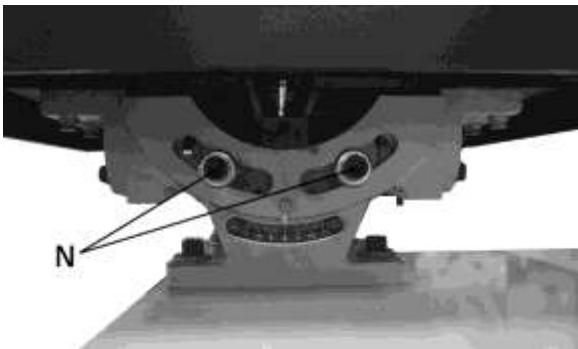
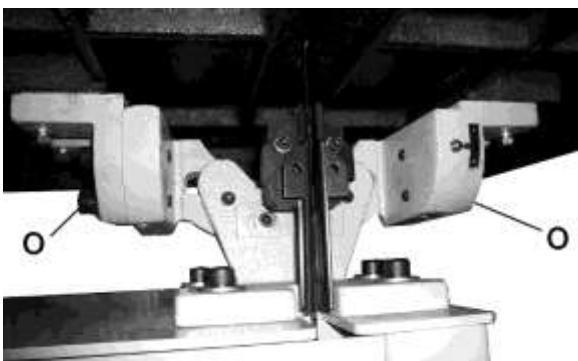

Рис. 4.
Рис. 5.
**Механизм наклона стола** – расположен под рабочим столом. Чтобы наклонить стол влево или вправо, ослабьте два винта с внутренним шестигранником (N, Рис. 4) в задней части механизма. Чтобы сместить стол вперед/назад для выравнивания, ослабьте четыре винта (О, Рис. 5) с любой стороны механизма.